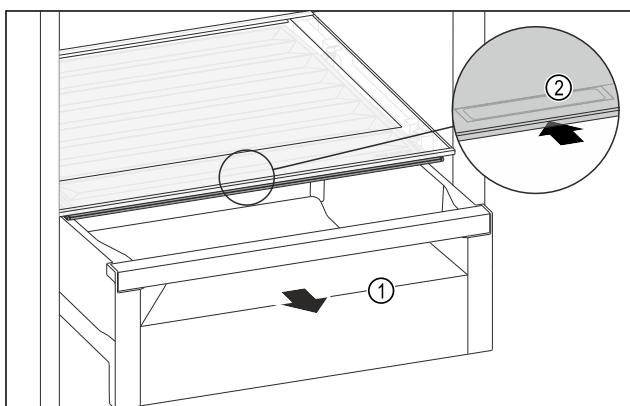

Fig. 111
- Izvlecite predal Fig. 111 (1).
- Primite prijemalno vdolbino Fig. 111 (2) na pokrovu predala in pokrov predala istočasno potisnite nazaj.